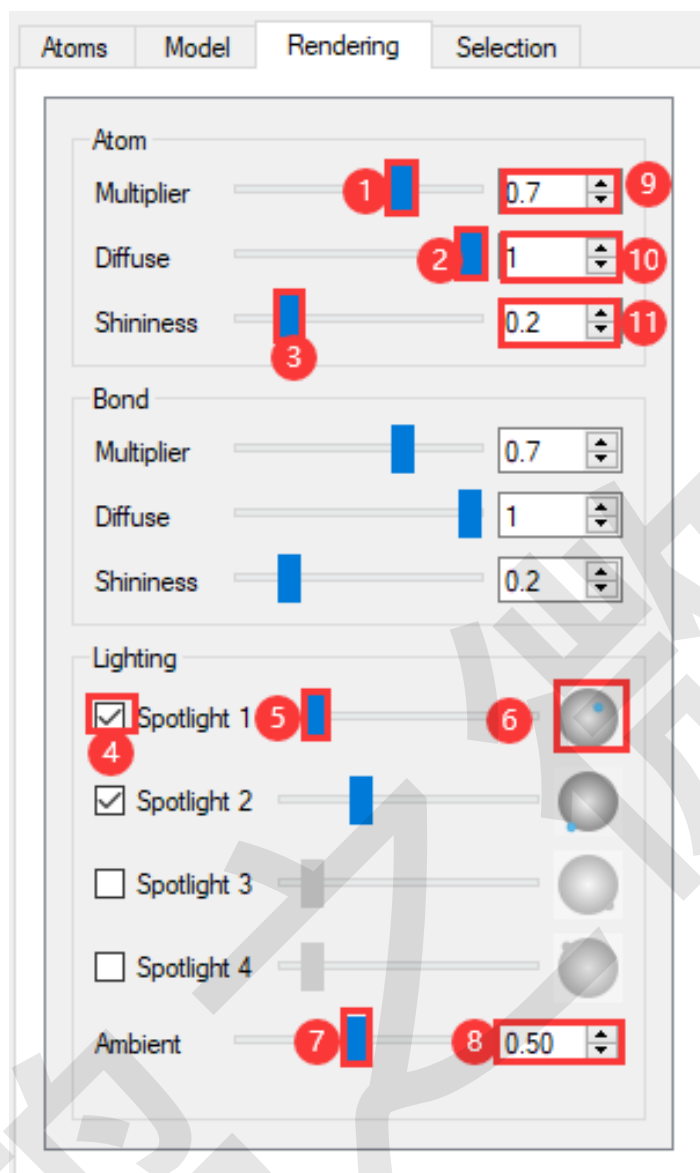

图 7.14: 原子结构精修模块参数调节区域-Rendering 区域
原子结构精修模块（Structure Refinement Module，简称：**SRM**）参数调节区域的 Rendering 区域如 图 7.14 所示，该区域分 3 部分，分别为 **Atom**、**Bonds** 和 **Lighting**，分别支持对原子、键和原子结构进行光照调节，其中原子和键的光照通过 **Multiplier**（高光系数）、**Diffuse**（漫反射系数）和 **Shininess**（光泽度）3 个参数调节；**Lighting** 部分对整个原子结构进行光照调节。该模块功能如下：
对原子结构精修模块（Structure Refinement Module，简称：**SRM**）参数调节区域的 Rendering 区域，即 图 7.14 中各标号功能进行说明如下：
- 图 7.14 中标号 ①、②、③ 和 ⑨、⑩、⑪：鼠标拖动 ①、②、③ 位置 滑动按钮或在 ⑨、⑩、⑪ 位置 设置数值，即通过 Multiplier（高光系数）、Diffuse（漫反射系数）和 Shininess（光泽度）3 个参数调节结构中原子的光照，并可实时在 SRM-结构显示区域 看到调节效果。
- 图 7.14 中标号 ④：控制光束（如：Spotlight 1）是否照射到原子上，并可实时在SRM-结构显示区域 看到调节效果；
- 图 7.14 中标号 ⑤：调节光束（如：Spotlight 1）的亮度，并可实时在SRM-结构显示区域 看到调节效果；
- * 鼠标左键点击 ⑤ 区域按钮，按住往左拖动，则光束亮度降低，越来越暗；
- * 鼠标左键点击 ⑤ 区域按钮，按住往右拖动，则光束亮度增加，越来越亮。
- 图 7.14 中标号 ⑥：调节光束照射在原子上的位置，并可实时在SRM-结构显示区域 看到调节效果；
- * 点击 图 7.14 中标号 ⑥，调节光束照射在原子上位置的操作如 图 7.15 所示。
- 图 7.14 中标号 ⑦ 和 ⑧，鼠标拖动 ⑦ 位置 滑动按钮或在 ⑧ 位置 设置数值，即通过 Ambient（环境光）参数调节原子结构的光照，并可实时在SRM-结构显示区域 看到调节效果。